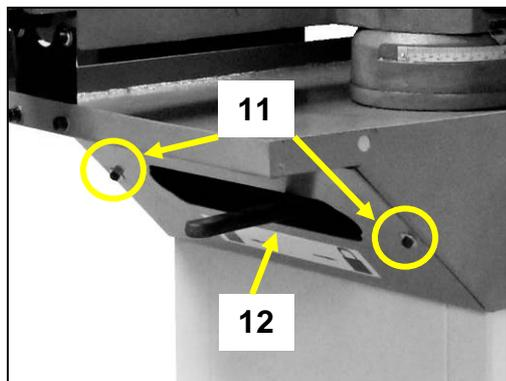

Fig 13
- Démontez le panneau avant (12) en ôtant les 2 vis 6 pans creux M6x8 (11) (Fig 13).